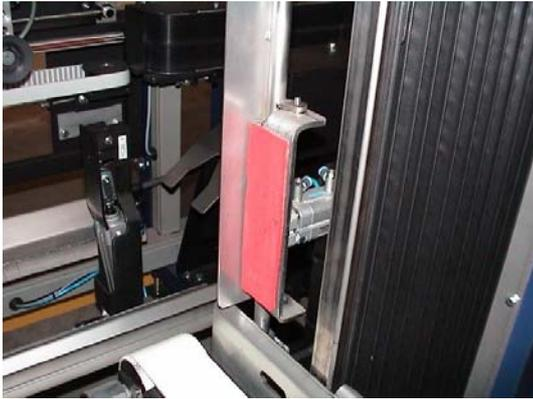

Abb. 4.17
- 4) Den Zuschnitt zwischen zwei Gegenhalter auf den Förderbändern schieben und die Gegenhalter verdrehen (Abb. 4.17)